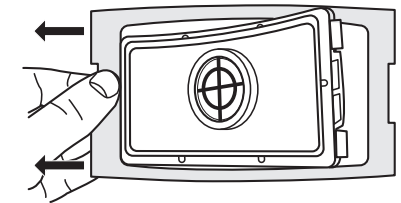

Fig. 7b
2. Con cuidado coloque el empaque alrededor del filtro (Fig. 7b).